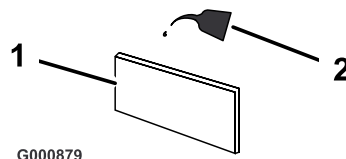

Figura 32
- C. Mettete l'elemento a bagno in olio motore nuovo (Figura 32). Comprimate l'elemento per eliminare l'olio superfluo.